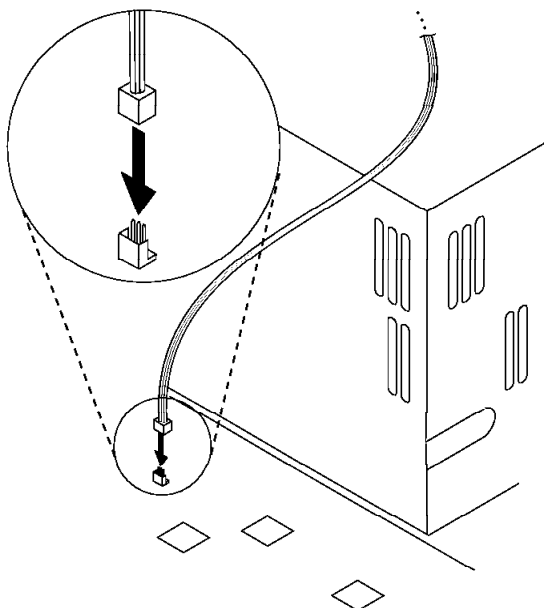

Figura 2-7. Conector de Sinal PC Wake on LAN (3 Pinos)
- 3** Com a tampa do PC removida, localize o conector Wake on LAN de 3 pinos no circuito impresso, conforme apresentado na Figura 2-7 na página 2-9. Conecte a outra extremidade do cabo combinado Wake on LAN de 2 vias a este conector de 3 pinos. Assegure que o cabo esteja abaixo do suporte de levantamento, de modo que não fique para fora ou possa ser danificado durante o fechamento ou a abertura da tampa do PC.